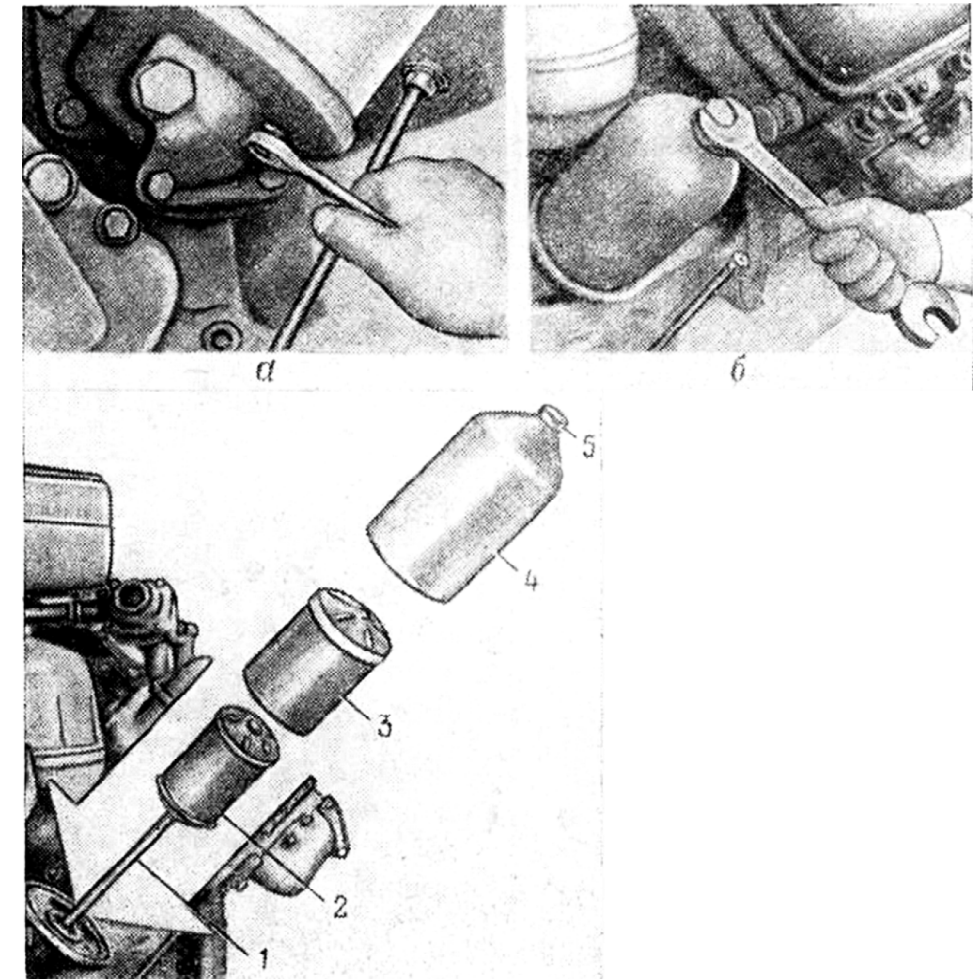

Рис. 8. Фильтр грубой очистки масла:
3. Отвернуть гайку 5 (рис. 8) колпак 4 фильтра и снять колпак, наружную 3 и внутреннюю 2 секции фильтрующих элементов.